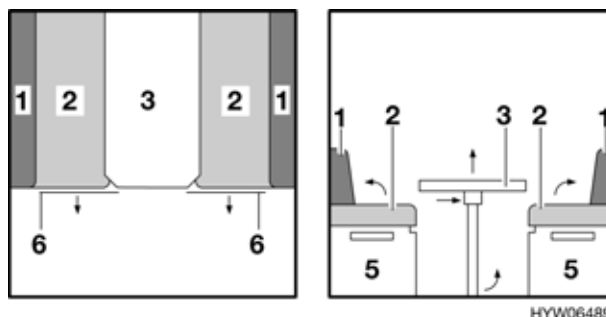

Fig. 78 Prima della trasformazione
- Sollevare leggermente il piano del tavolo in avanti (Fig. 78,3).
- Sistemare i due cuscini del divano (Fig. 78,2).
- Togliere il cuscino destro dello schienale (Fig. 78,1).
- ▷ A seconda del modello si deve usare al posto del cuscino dello schienale (Fig. 78,1) un cuscino aggiuntivo in dotazione.